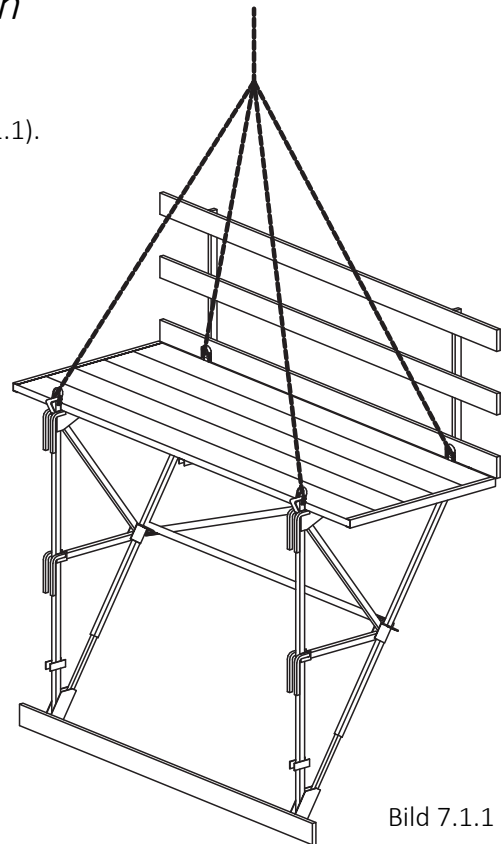

Bild 7.1.1
- 1 Für den Krantransport ist ein 4-fach Seilgehänge an den Kranhakenbügeln der Klappkonsolen einzuhängen (Bild 7.1.1).